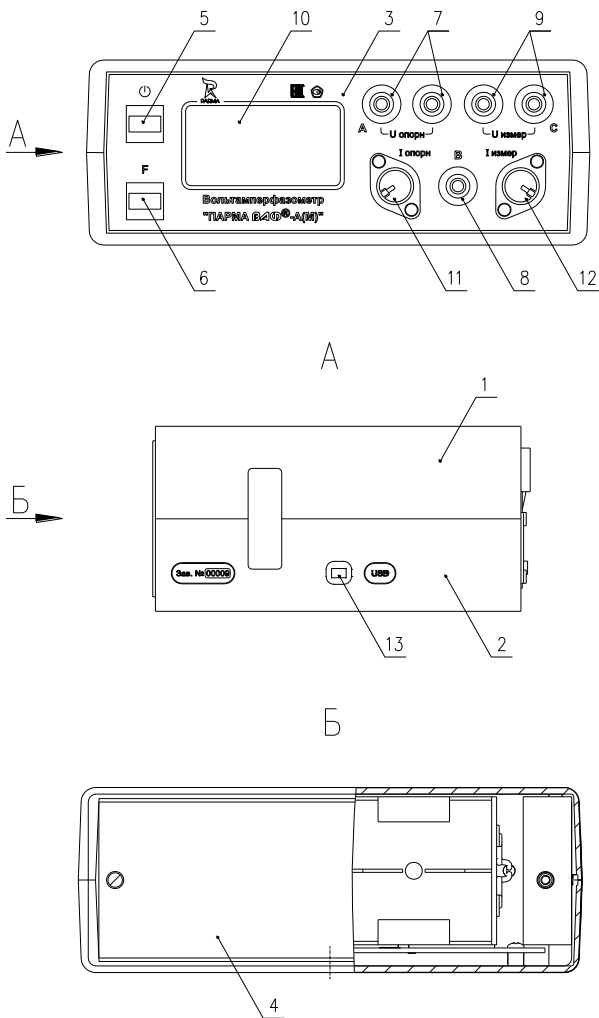

Рисунок 1 – Внешний вид измерительного блока
6.2.2 На лицевой панели ВАФ (рисунок 1) расположены две кнопки – верхняя «» и нижняя «F», дисплей, два разъема для подключения ИППТ и клеммы для подключения каналов напряжения.